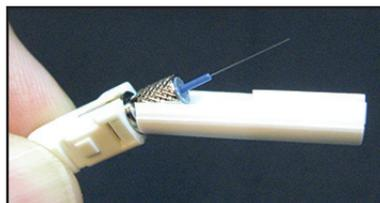

Figura 1
3. Mientras sujete firmemente el conector, tire del protector de corte para sacarlo del conector (Figura 1).